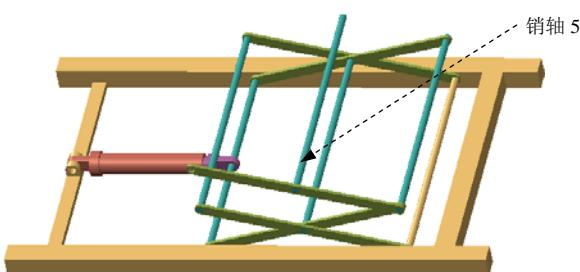

图 3.17.58 装配销轴 5
Step4. 单击操控板中的 按钮，完成元件的复制，如图 3.17.58 所示。